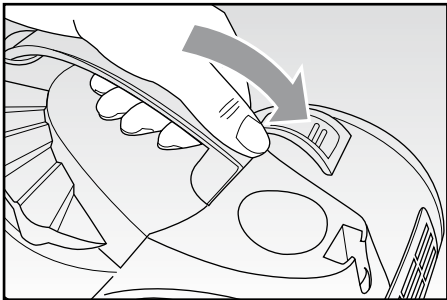

Fig. 12
- Prima di procedere con un nuovo utilizzo, occorre riassemblare il contenitore (A).
- Inserire il filtro all'interno del contenitore (A) e bloccarlo ruotandolo in senso antiorario.
- Reinscrivere poi il contenitore della polvere completo (A) sul corpo dell'apparecchio premendolo leggermente fino ad udire lo scatto di avvenuto aggancio (Fig. 12).